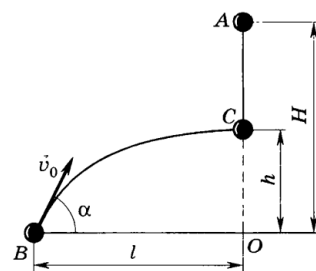

Рис. 11
1.60. Из точки A свободно падает тело. Одновременно из точки B под углом α к горизонту бросают другое тело так, чтобы оба тела столкнулись в воздухе (рис. 11). Доказать, что угол α не зависит от начальной скорости v_0 тела, брошенного из точки B , и определить этот угол, если $H/l = \sqrt{3}$. Сопротивлением воздуха пренебречь.